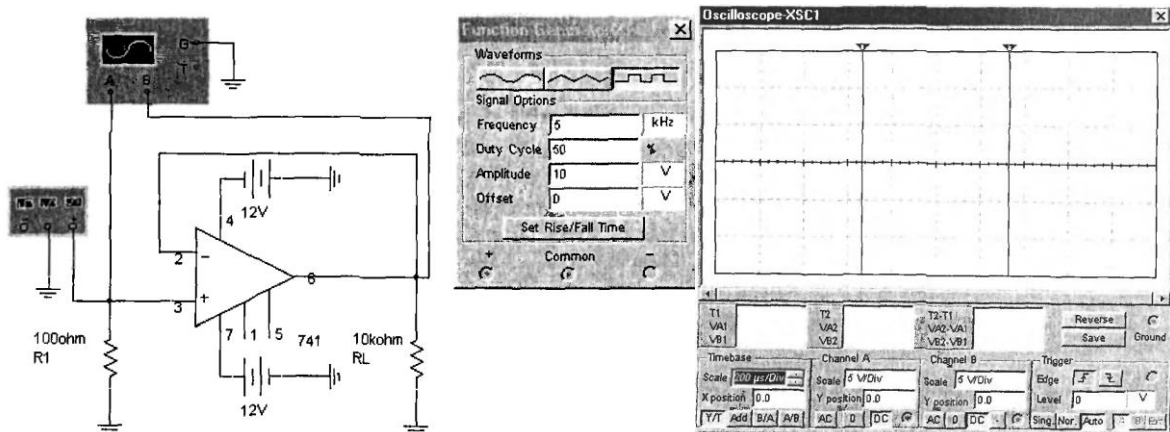

Рисунок 4
1. Смоделируйте схему операционного усилителя, изображенную на рис. 4.